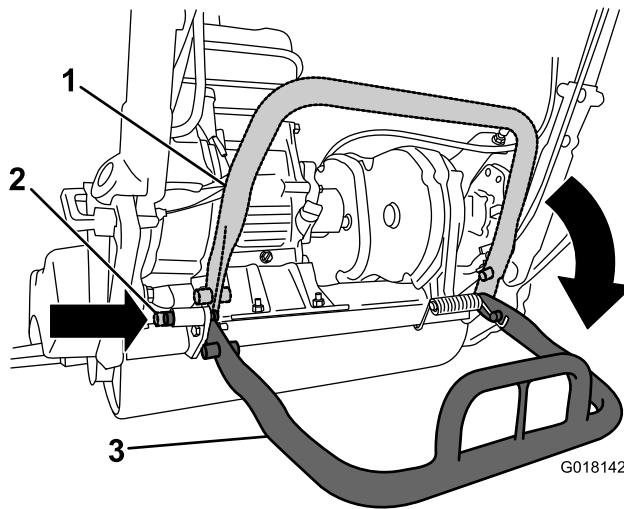

Figura 30
- Para evitar que la máquina se incline hacia atrás al retirar el molinete, baje el caballete y empuje hacia dentro el pasador de bloqueo para bloquearlo en la posición de MANTENIMIENTO (Figura 30).